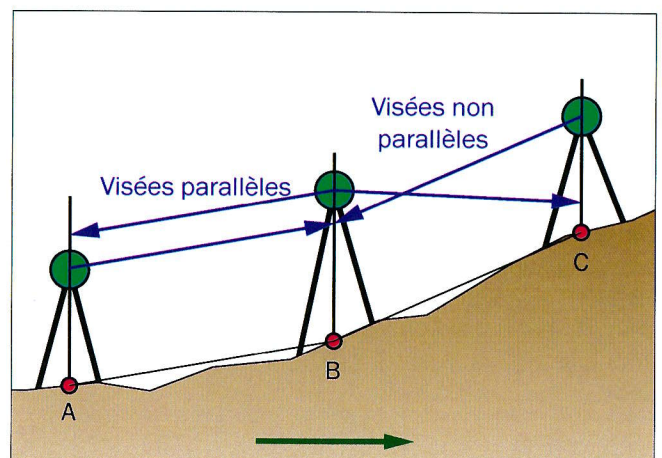

Figure 243. © ECS
- Les visées réciproques sont parallèles quand la hauteur des tourillons est égale à la hauteur du signal. Dans ce cas, et seulement dans ce cas, la somme des angles verticaux  $V1$  et  $V2$  serait égale à 200 gon si l'erreur d'index était nulle ! (Figure 243)
- Les visées réciproques ne sont pas parallèles (cas général), la somme des angles  $V1$  et  $V2$  n'est pas du tout égale à 200 gon. Mais les dénivelées calculées le seront, à défaut d'erreur d'index, au signe près ! (Figure 243)